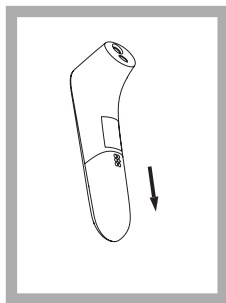

Abbildung 7
2. Schieben Sie den Deckel des Batteriefachs nach unten, wie in Abbildung 7 dargestellt.